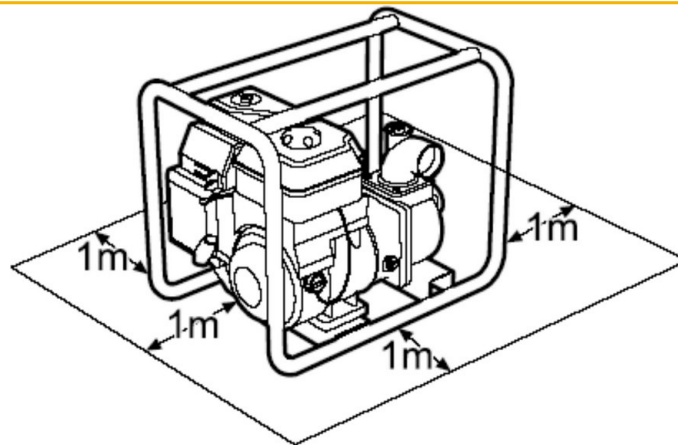

FIG. 6 — Distância mínima de 1 m à volta da motobomba
- 3) Durante o funcionamento, mantenha a motobomba a pelo menos 1 m de edifícios, paredes e outros equipamentos (FIG. 6), e não coloque materiais inflamáveis nas suas proximidades.